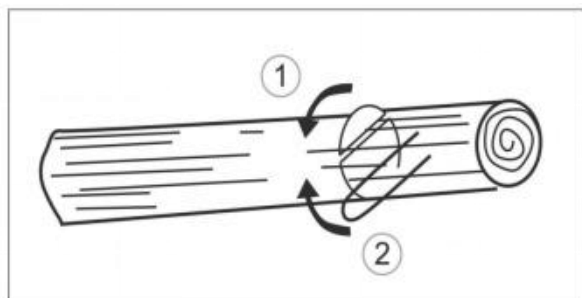

Fig. 22
9. Si le tronc est soutenu aux deux extrémités, coupez d'abord le tiers supérieur du diamètre du tronc pour éviter les fentes. Terminez ensuite la coupe par le bas afin qu'elle coïncide avec la première coupe, en évitant tout coincement (fig. 22).